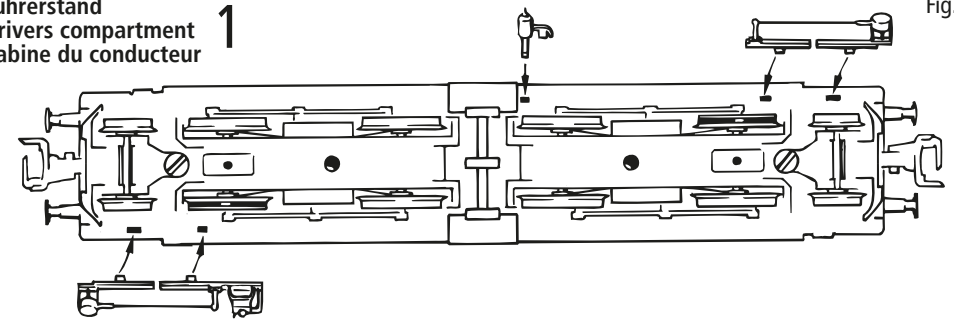

Fig. 4
3. Lämpchenwechsel: Nehmen Sie zuerst das Lokgehäuse ab (Fig. 3). Danach können Sie die Lämpchen wechseln (Fig. 4).
3. Change if lights: First remove the loco body (fig. 3) and then change the **lights** (Fig. 4)
3. Remplacement des ampoules: Veuillez démonter d'abord la caisse de votre locomotive (fig. 3), puis vous pouvez **échanger les ampoules** (voir fig. 4).